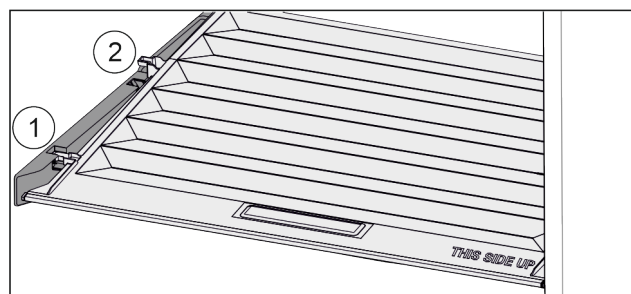

Fig. 46
- ▶ Потянуть крышку до отверстия в поддерживающих деталях вперед Fig. 46 (1).
- ▶ Поднять сзади снизу и извлечь Fig. 46 (2) движением вверх.